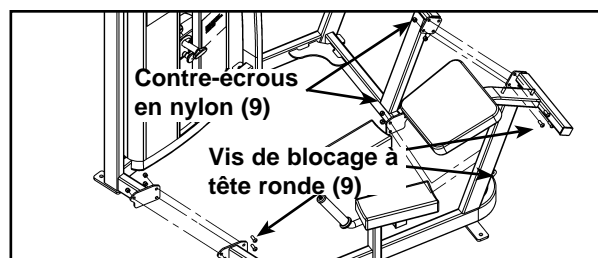

Figure 1
- En vous faisant aider, retirez avec précaution les neuf vis de blocage à tête ronde fixant les deux moitiés du châssis. Reportez-vous à la figure 1.
- F. En vous faisant aider, assemblez les deux moitiés avec précaution à l'aide des neuf vis de blocage à tête ronde retirées à l'étape 4D. Reportez-vous à la figure 1.